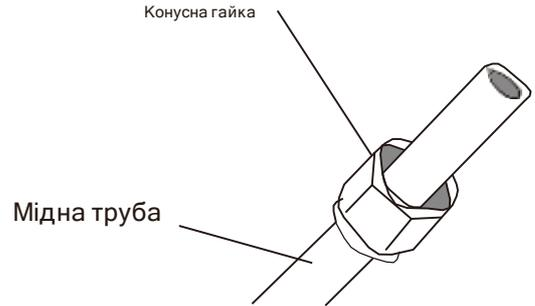

Рис. 5.3
3. Встановіть конусні гайки на обидва кінці труби. Переконайтеся, що вони дивляться в правильному напрямку, тому що ви не можете їх надіти або змінити напрямок після розклеювання. Див. Рис. 5.3.